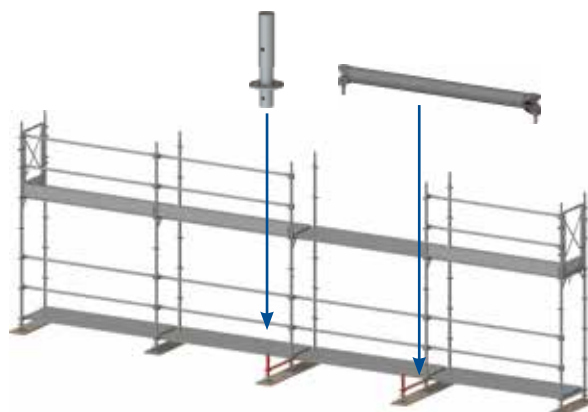

Figure 33 : Montage du poteau d'embase et de la lisse.
1. Monter les supports, les poteaux d'embase et les lisses de 75 cm dans la zone de l'escalier (voir figure 33).